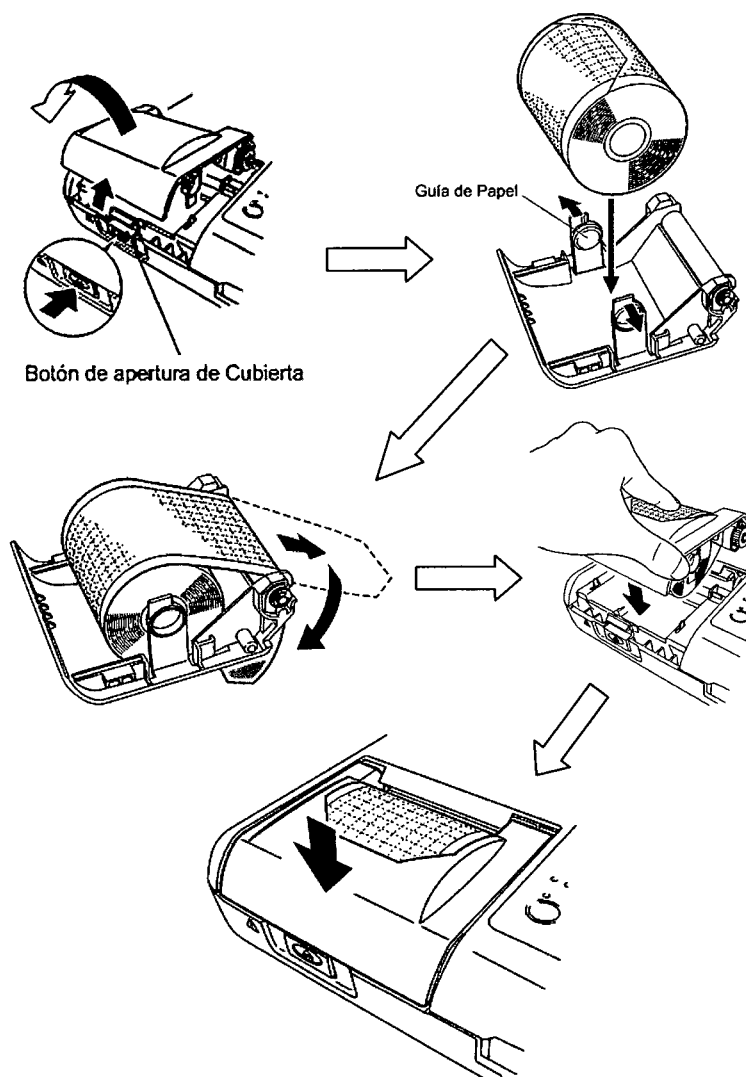

Figura 3.4.2 – Cambio de Papel de Registro.
- Pasos para colocar el papel de registro (ver figura 3.4.2):